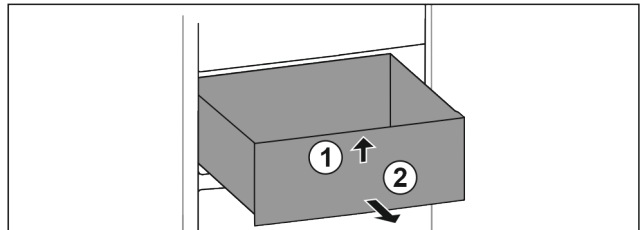

Fig. 63
- ▶ Soulever la partie avant du tiroir. Fig. 63 (1).
- ▶ Retirer le tiroir par l'avant. Fig. 63 (2)